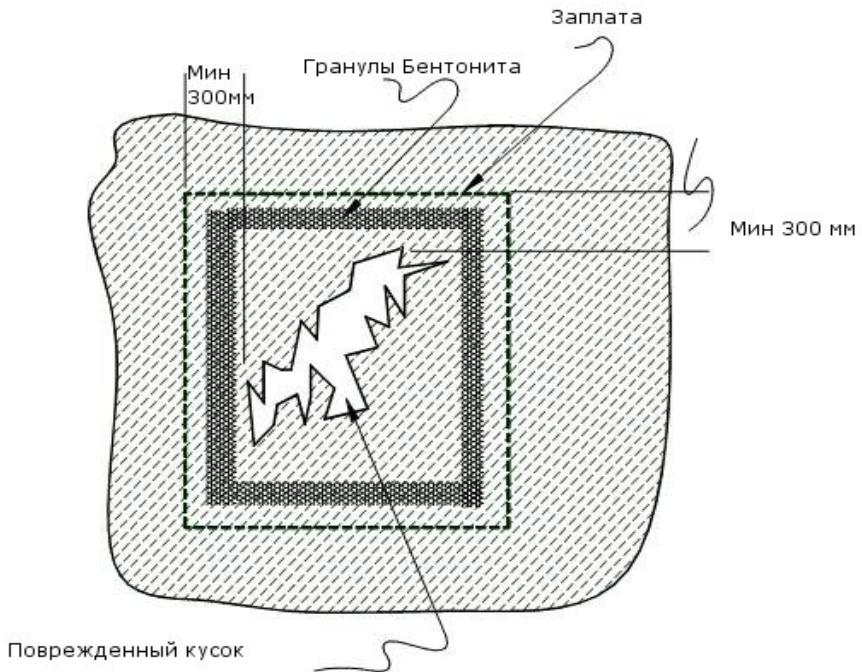

Рисунок 5. Устранение повреждений
12.1 Если БЕНТОЛАЙНЕР повреждается при укладке (рвется, перфорируется и т.д.), повреждение можно устранить наложением заплаты на проблемное место (рис. 5).
Рис. 5 демонстрирует устранение повреждения с помощью заплаты.